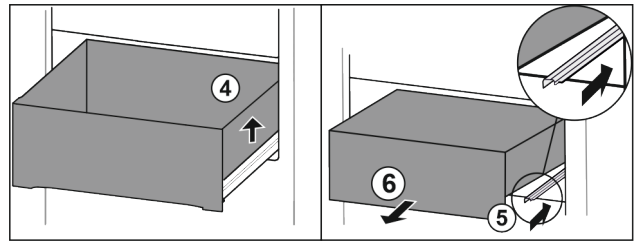

Fig. 78
- ▶ Повдигнете чекмеджето отдясно. Fig. 78 (4)
- ▶ Вкарайте дясната релса. Fig. 78 (5)
- ▶ Извадете чекмеджето напред. Fig. 78 (6)